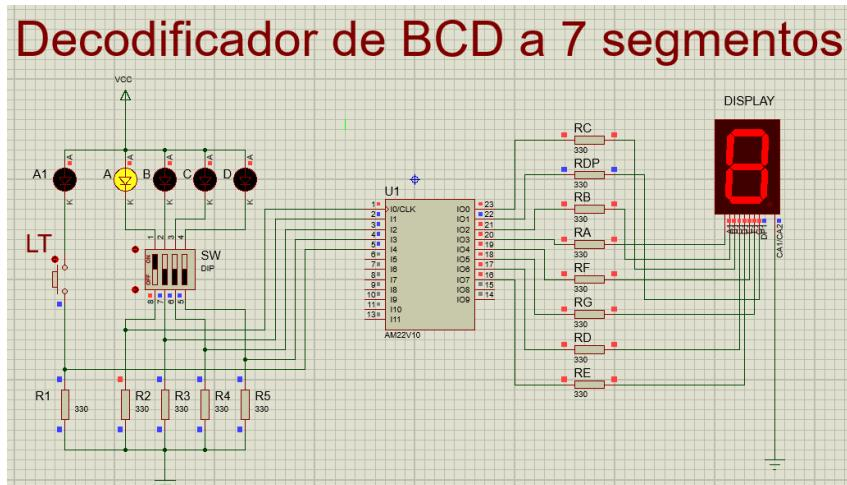

Figura 1: Diagrama de alambrado propuesto para la Simulación en PROTEUS
- d) Por medio del programa Isp Starter, usando el lenguaje Abel-HDL y el comando Truth_Table elaborar el archivo correspondiente al diseño del decodificador solicitado y considerando para su implementación la asignación de las terminales de entrada y salida más conveniente de modo que no existan cruces del cableado, por lo que hay que considerar la disposición de terminales del Display seleccionado como se muestra en la figura 1.